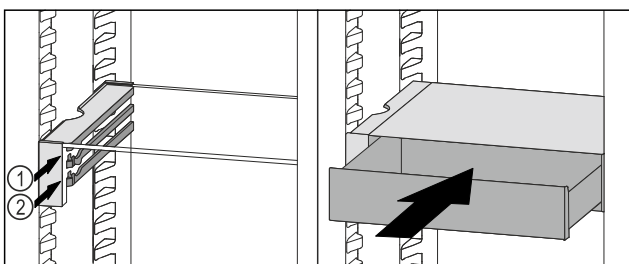

Fig. 106
- ▶ Установите выдвижной ящик VarioSafe за стопоры на требуемый выступ *Fig. 106 (1)* или *Fig. 106 (2)*.